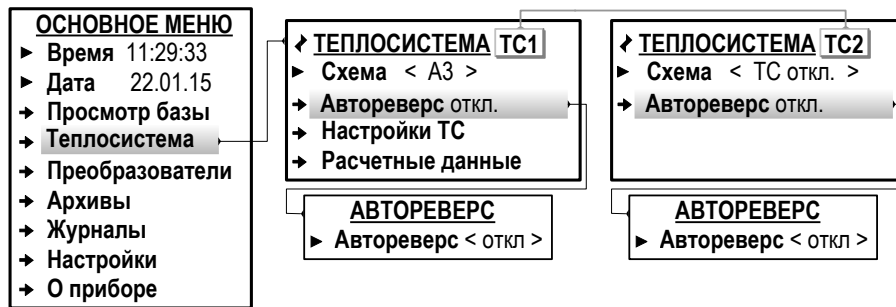

Рис.17. Вид меню при назначении схем теплоучета (режим СЕРВИС).
При организации теплоучета с использованием двух расчетных ТС функция **Автореверс** должна быть отключена (рис.17).
7.4.3.2. Для назначения схемы теплоучета следует в меню **Теплосистема** (рис.17) для параметра **Схема** выбрать из списка и установить обозначение требуемой схемы теплоучета. При этом произойдет инициализация ТВ. На дисплее некоторое время будет отображаться надпись **ВЫПОЛНЯЕТСЯ НАСТРОЙКА СХЕМЫ** и индикатор прогресса. В ТВ будет программно сконфигурирована расчетная теплосистема с соответствующими алгоритмами расчета тепла и массы. Также будут автоматически настроены критерии и реакции для обработки отказов и нештатных ситуаций, возникающих в расчетной теплосистеме.